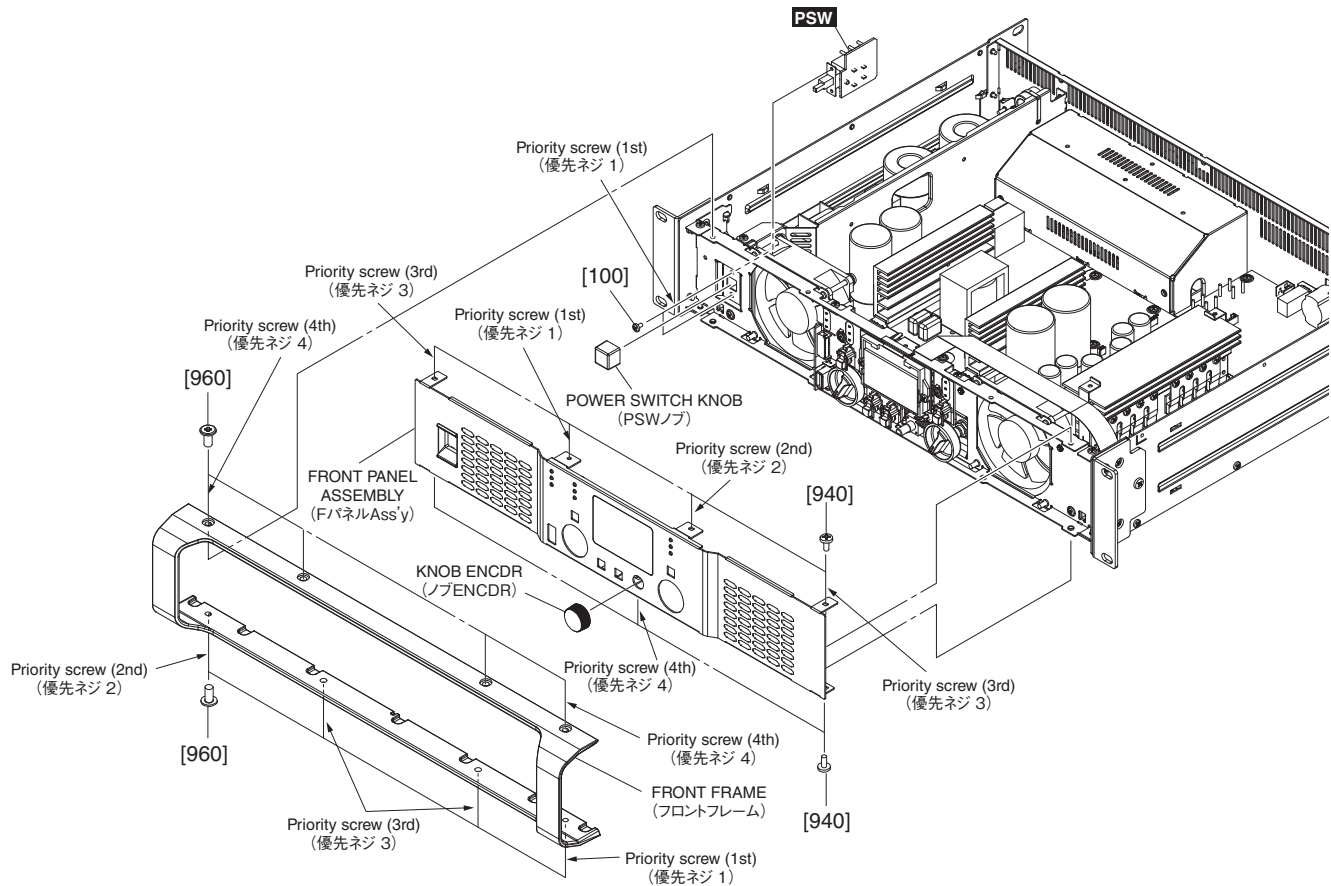

Fig. 5 (図5)
- 7-2 Remove the eight (8) screws marked [960]. The front frame can then be removed. (Fig. 5)
- 7-3 Remove the seven (7) screws marked [940] and the knob ENCDR. The front panel assembly can then be removed. (Fig. 5)
- \* **When installing the front frame and front panel assembly, first tighten the priority screws as shown in Fig. 5.**
- 7-2 [960]のネジ8本を外して、フロントフレームを外します。(図5)
- 7-3 [940]のネジ7本とノブENCDRを外して、Fパネル Ass'yを外します。(図5)
- ※ フロントフレームとFパネル Ass'yを取り付ける際は、優先ネジを図5に示す順で締めてください。
- 8-3 Remove the two (2) screws marked [100] and power switch knob. The PSW circuit board can then be removed. (Fig. 5)
- \* **When installing the PSW circuit board, first tighten the priority screws as shown in Fig. 5.**
- 8-3 [100]のネジ2本とPSWノブを外して、PSWシートを外します。(図5)
- ※ PSWシートを取り付ける際は、優先ネジを図5に示す順で締めてください。